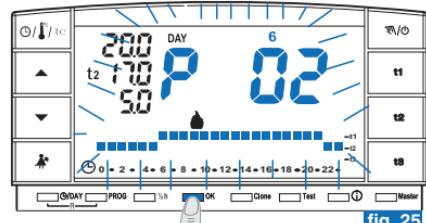

fig. 25
- Al termine della lettura del programma premere il tasto **OK** per reinserirlo (in assenza di questa operazione, dopo 3 minuti il cronotermostato reinserirà il programma inizialmente impostato) esempio in fig. 25.